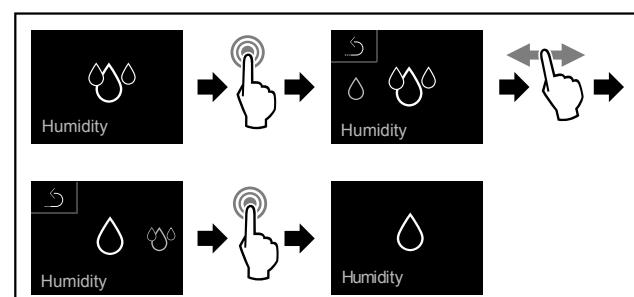

Fig. 70
- Выполните шаги действия (см. Fig. 70) .